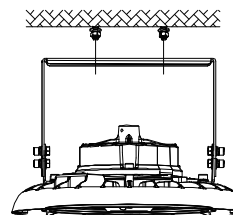
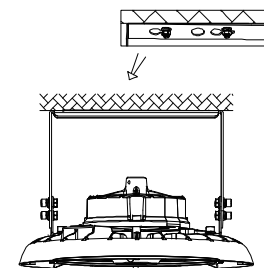

Figure 5
Figure 6
3. Alignez le trou du support avec le trou de la vis (Figure 5), poussez le luminaire d'un côté (Figure 6) et fixez-le.